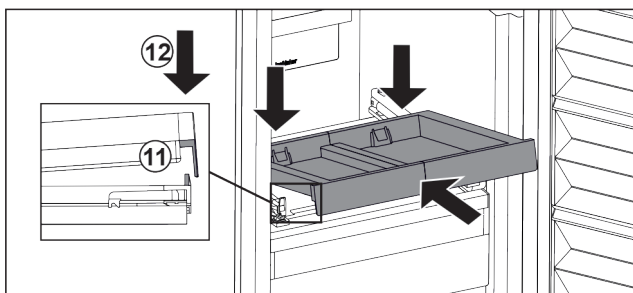

Fig. 26
▶ Вставьте, наклоняя вниз. Обратите внимание на то, чтобы на обеих сторонах упор был за накладкой. Fig. 26 (11)
▶ Снимите выдвижную панель спереди. Fig. 26 (12)